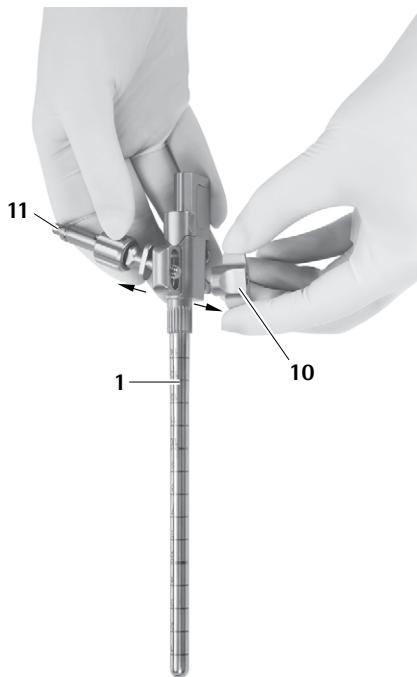

Fig. 13
- ▶ Rimuovere l'adattatore braccio di tenuta 11, vedere Fig. 13.